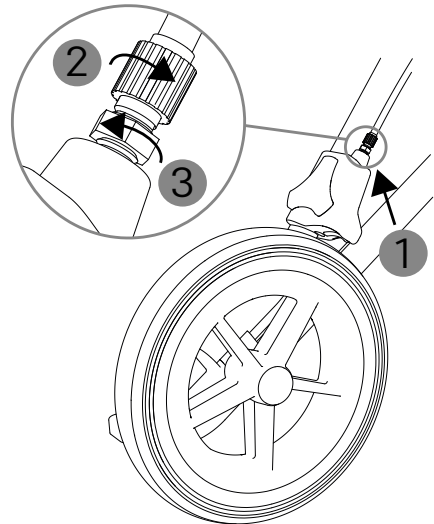

fig. 7
1. Le viti di registrazione dei cavi Bowden si trovano sui freni delle ruote posteriori (1, fig. 7).
2. Svitandole (in senso antiorario) si aumenta la tensione e si riduce la corsa della leva del freno (2, fig. 7).
3. La vite è fissata con un controdado. Per evitare che i cavi del freno si allentino da soli, una volta effettuata la regolazione bisogna provvedere di nuovo al serraggio dei controdadi in senso orario (3, fig. 7).